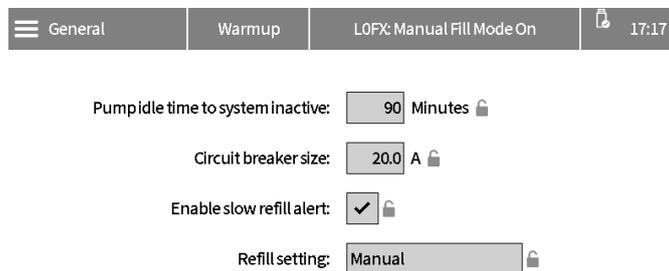

FIG. 26: Impostazioni di riempimento manuale
1. Nell'ADM modificare l'impostazione di riempimento su Manuale. Vedere FIG. 26.
6. Aprire la valvola dell'aria di tipo a spurgo (62).
7. Quando il sistema raggiunge la temperatura di funzionamento, aumentare lentamente la pressione dell'aria della pompa (505) finché il fluido non inizia a scorrere nel contenitore per rifiuti.
- a. Ridurre la pressione dell'aria della pompa (505) a 0.
- b. Chiudere la valvola dell'aria di tipo a spurgo (62).
3. Impostare il riempimento su **Manual** (Manuale). Vedere FIG. 26.